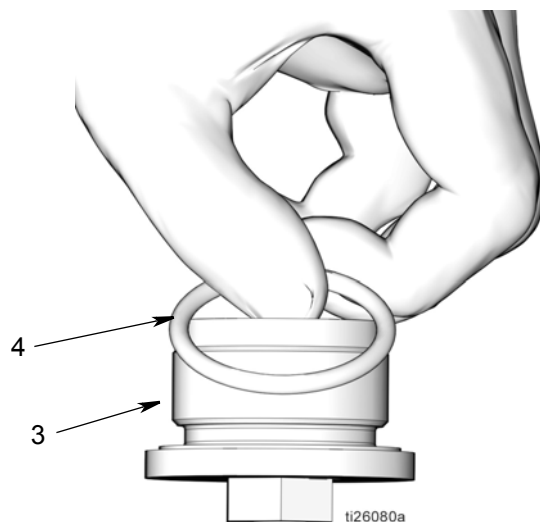

FIG. 54
- d. Appliquer une mince couche de graisse sur le joint torique (4). Placer le joint torique sur l'écrou de blocage (3) du piston (FIG. 54).